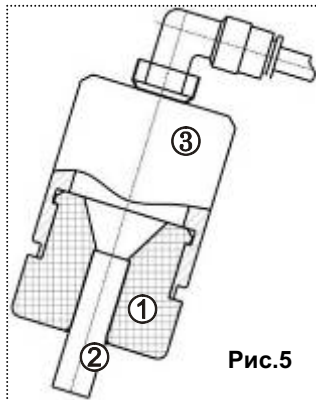

Рис.5
- **замена сопла** (рис.5) - вынуть носовую втулку (1), вытянуть изношенное сопло (2), слегка поворачивая его вокруг своей оси. Продуть сжатым воздухом носовую втулку и внутреннюю поверхность корпуса (3). Установить до упора новое сопло во втулку и втулку в корпус **СП**.